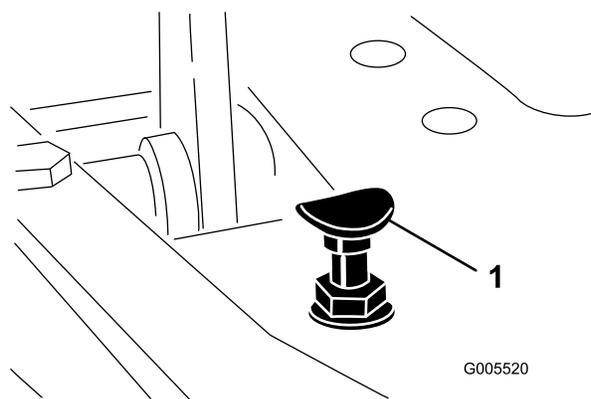

図 47
1. モードレバーを移動走行位置にセットし、ペダルストップを固定しているロックナットをゆるめる図 47。
モードレバーを移動走行位置にセットし、ペダルを一杯に踏み込めば最高速度となります。ケーブルに張力が掛かる前にペダルがストップ図 47に当たる場合には調整が必要です。